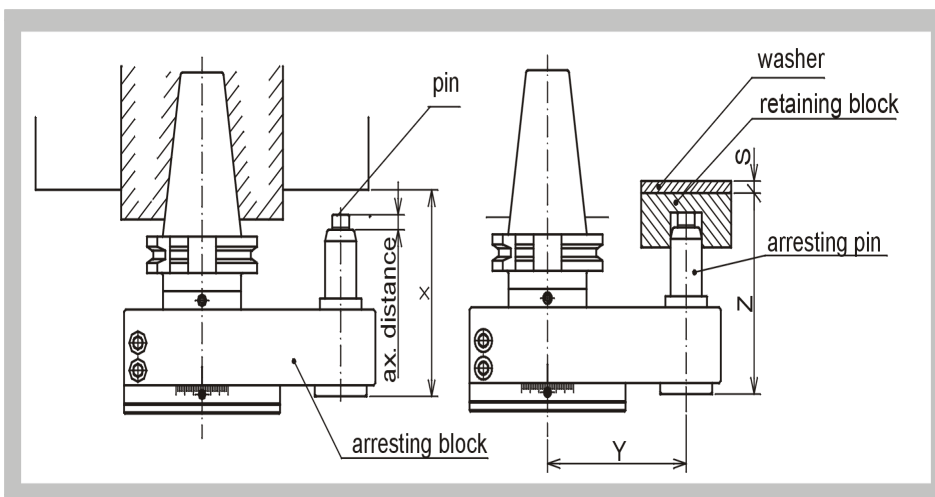

Bild 15
- Der Achsenabstand der Bohrung im Halteblock und der Spindelachse ist durch die Abmessung „Y“ im Bild 15 bestimmt. Die Standardausführung des Arretierarmes wird mit $Y = 65$, $Y = 80$ oder $Y = 110$ mm geliefert.